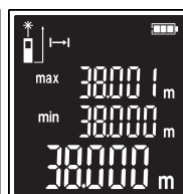

Fig. 8
- Sullo schermo viene visualizzato il valore di misurazione attuale. (Fig. 8)